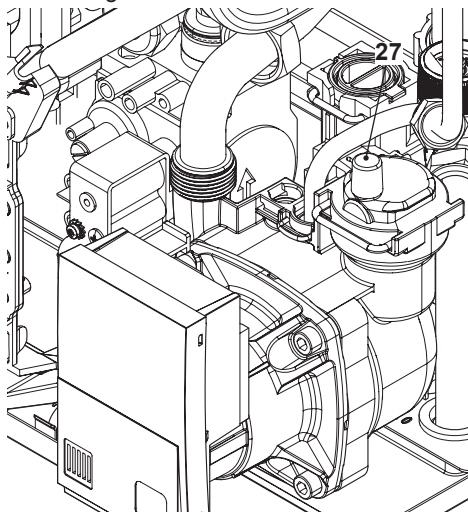
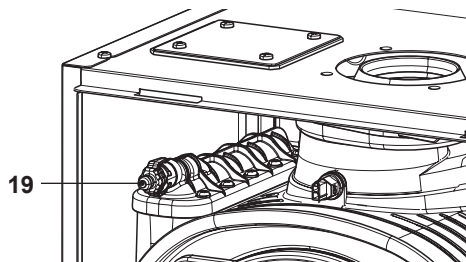

Figura 9.10
Figura 9.11
- Per facilitare lo svuotamento, svitare il tappo 27 della valvola di sfiato automatica in Figura 9.10 e allentare il raccordo di sfiato scambiatore primario condensante 19 in Figura 9.11.